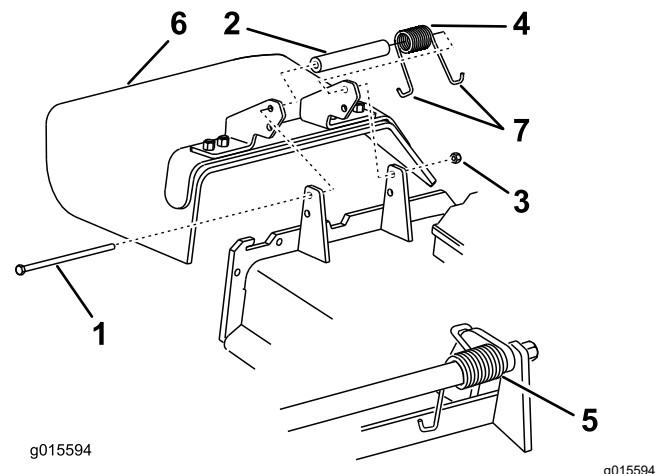

Bild 87
1. Entfernen Sie die Sicherungsmutter, Schraube, Feder und das Distanzstück, mit denen das Ablenkblech an den Schwenkhalterungen befestigt ist (Bild 87).
2. Entfernen Sie defekte oder abgenutzte Ablenkbleche (Bild 87).
- Hinweis:** Achten Sie darauf, dass ein J-förmiges Federende hinter der Mähwerkkante befestigt ist, bevor Sie die Schraube einsetzen, wie in Bild 87 abgebildet.
6. Führen Sie das J-förmige Hakenende der Feder um das Ablenkblech (Bild 87).